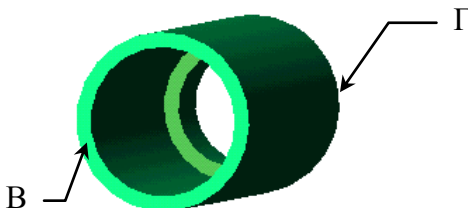

Рис. 2.8. Элемент «Сквозное отверстие»
8. Переименовать созданный элемент в дереве конструирования. Присвоить название «Сквозное отверстие» (рис. 2.8).